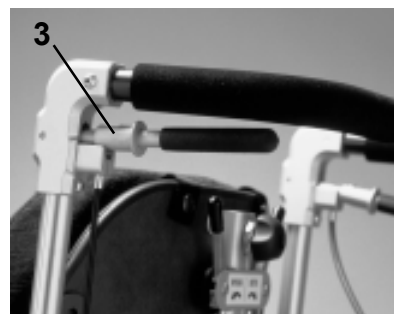

bild 4b
Dra bromshandtaget (1), se bild 4a, mot körbygel (2) och tryck in låshylsan (3) så att handtaget låses i bromsläge, se bild 4b.